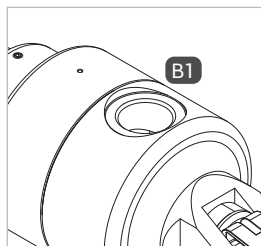

Abbildung 2
- ▶ Verschrauben Sie die Betriebsmedienzuleitung „B1“ druckdicht mit dem Anschluss der Medienleitung (Abbildung 2). Anzugsdrehmoment siehe obenstehende Tabelle.